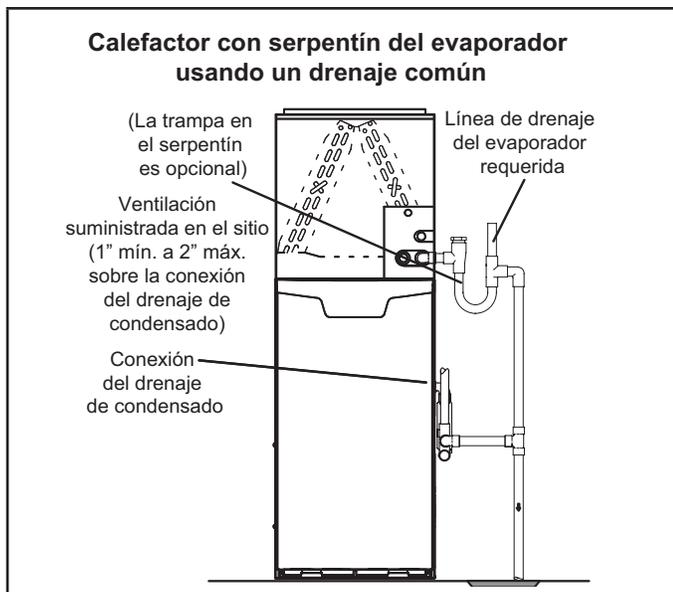

Figura 53
- 5 - Las Figuras 50 y 52 muestran el calefactor y el serpentín del evaporador usando un drenaje separado. Si es necesario, la línea de condensado del calefactor y del serpentín del evaporador se pueden drenar juntas. Ver las Figuras 51, 53 y 54. **Calefactor de flujo ascendente (Figura 53)** - En aplicaciones del calefactor de flujo ascendente, la ventilación proporcionada en el sitio debe ser de un largo mínimo de 1" hasta un largo máximo de 2" arriba de la conexión de la salida de drenaje de condensado. Cualquier largo de más de 2" puede inundar el intercambiador de calor si la línea de drenaje primaria combinada tuviese una restricción. **Calefactor horizontal (Figura 54)** - En aplicaciones del calefactor horizontal, la ventilación proporcionada en el sitio debe ser de un largo mínimo de 4" hasta un largo máximo de 5" arriba de la conexión de la salida de drenaje de condensado. Cualquier largo de más de 5" puede inundar el intercambiador de calor si la línea de drenaje primaria combinada tuviese una restricción.